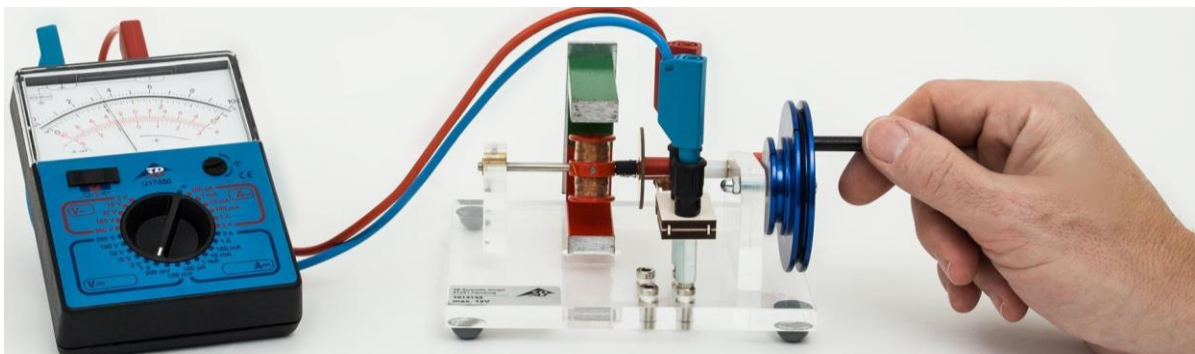

Fig. 3 Funcionamiento como generador de corriente continua con aparato de medida múltiple ESCOLA 10
- El colector de corriente se inserta en el par de casquillos derecho en el campo de casquillos en la placa base (véase Fig. 3).